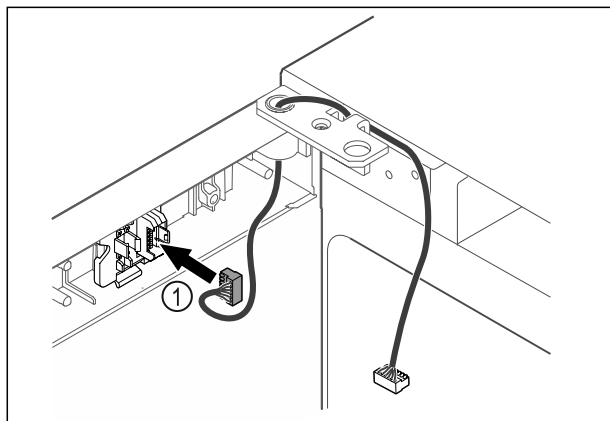

Fig. 46
- Futni spinën Fig. 46 (1) në mbajtësen e spinës.